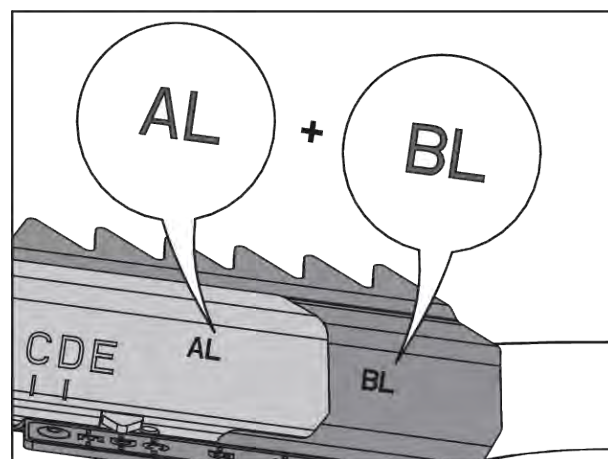

Рис. 77: Сочетание лопаток для разбрасывания
- См. Рис. 77 Сочетание лопаток для разбрасывания